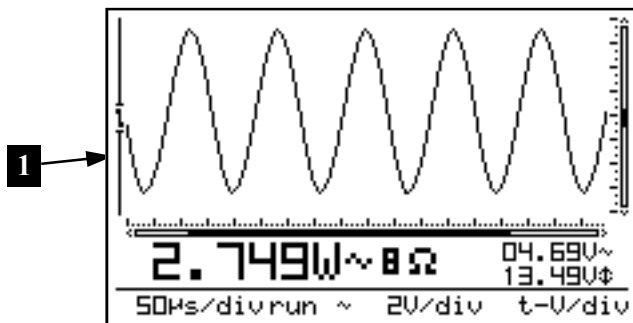

Fig 42
- Changing the timebase or sensitivity switches the autorange mode immediately off. **(Fig 42)**
- Het wijzigen van de tijdsbasis of gevoeligheid schakelt het autobereik uit. (Fig 42)
- Tout changement de la vitesse de balayage ou de la sensibilité, annule le mode "autorange" (Fig 42)
- Das Ändern der Zeitbasis oder der Eingangsempfindlichkeit beendet sofort den Autorange Modus (Abb. 42)